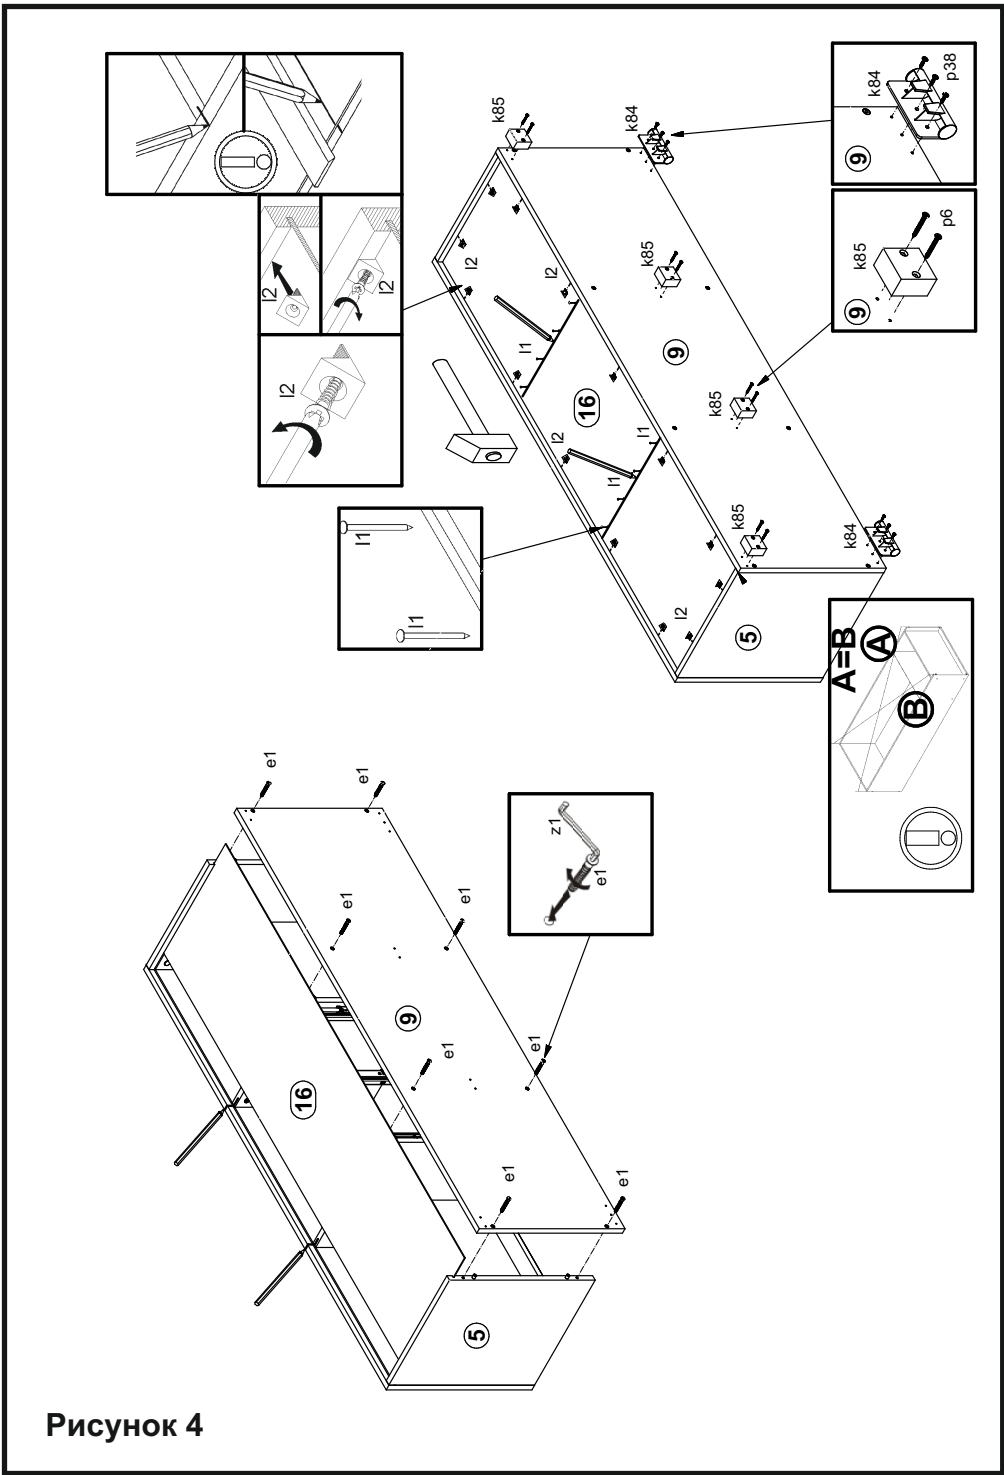

Рисунок 4
9. В пазы деталей 4, 5, 8 вставить стенку заднюю 16 (см. рис. 4).
10. Присоединить щит 9 к стенкам 4, 5, 6, 7, затянуть конформаты e1, пользуясь ключом z1 (см. рис. 4).
11. В отверстия Ø3 мм на нижней поверхности щита нижнего 9 закрепить опоры полимерные k85 шурупами p6, а также опоры полимерные k84 шурупами p38 (см. рис. 4).
12. Выровнять корпус изделия, измеряя рулеткой расстояние между противоположными углами по диагонали. Расстояния должны быть равными (см. рис. 4)
13. Закрепить стенку заднюю 16 на корпусе изделия гвоздями l1 с шагом 80-120 мм, элементами крепления задней стенки l2 (см. рис. 4).